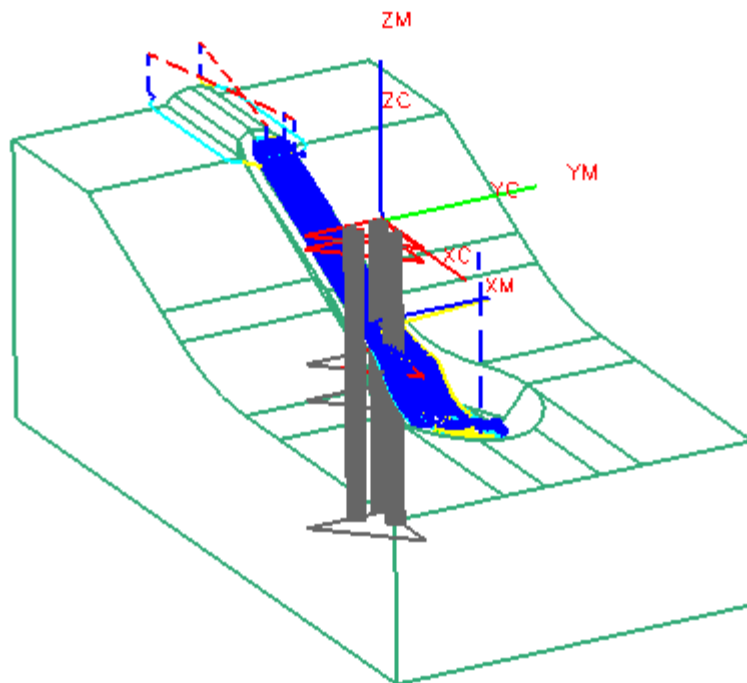

图 9-128
- 单击 , 生成如图 9-128 所示的刀轨, 单击 O K。